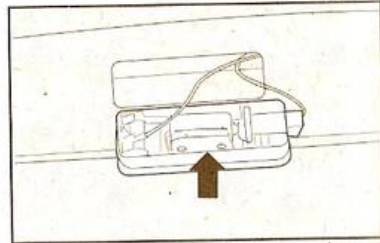

fig. 28
2) Quite el reflector del portalámparas, ejerciendo presión con un destornillador en el punto indicado por la flecha-fig. 28 y tirando del reflector.